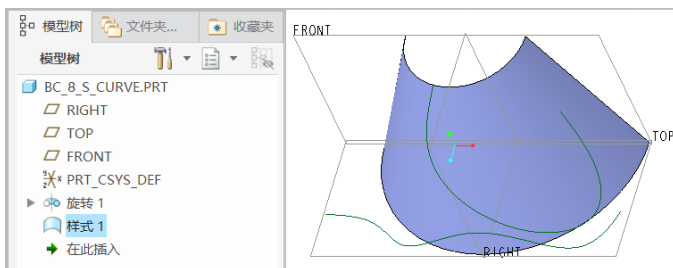

图 8-13 创建造型特征
- 10 返回到“样式”选项卡，在“样式”选项卡的“关闭”面板中单击“确定”按钮，从而完成该“造型”特征的创建，结果如图 8-13 所示。